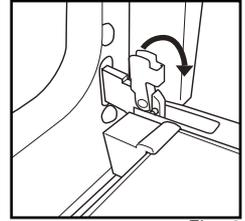

Fig. 1
2. Soulevez les deux loquets en les poussant au maximum vers l'avant (fig.1).